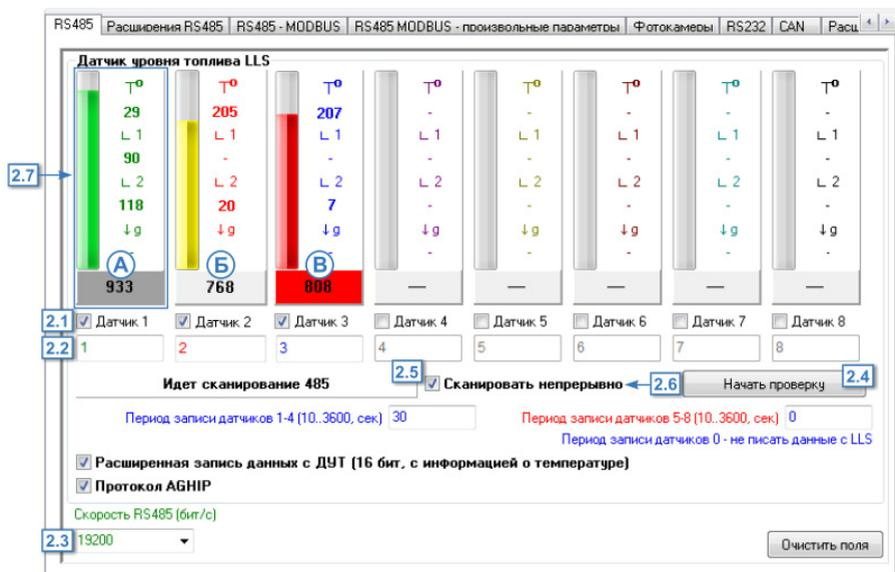

Рис.38. Диагностика датчиков уровня топлива.
- на вкладке «RS485» конфигуратора выбрать проверяемые датчики, установив галочки напротив нужных датчиков (**Рис.38, п. 2.1**). По умолчанию в программе сетевой адрес датчика соответствует порядковому номеру датчика. Для того чтобы изменить сетевой адрес датчика в программе, необходимо задать нужный адрес в поле под опцией «Датчик 1 (2..8)» (**Рис.38, п.2.2**).
- настроить адрес шины RS-485 (Рис.38, п.2.3).
- начать проверку подключенных датчиков, нажав кнопку «Начать проверку» (Рис.38, п.2.4). В ходе проверки отображается сообщение «Идет сканирование 485» (Рис.38, п.2.5). По умолчанию сканирование длится 20 секунд и автоматически прерывается. Для того чтобы сканирование длилось непрерывно, нужно установить галочку напротив опции «Сканировать непрерывно» (Рис.38, п.2.6).
- Состояние работы датчика отображается при помощи индикаторов и шкалы. В процессе сканирования шкала показывает уровень и температуру топлива (в °C) (Рис.38, п.2.7). Если проверяются датчики TKLS и в приборе включен протокол AGNIP, то прибор считает и отобразит углы наклона продольных и поперечных осей датчика, а также величину ускорения, приложенного к датчику.